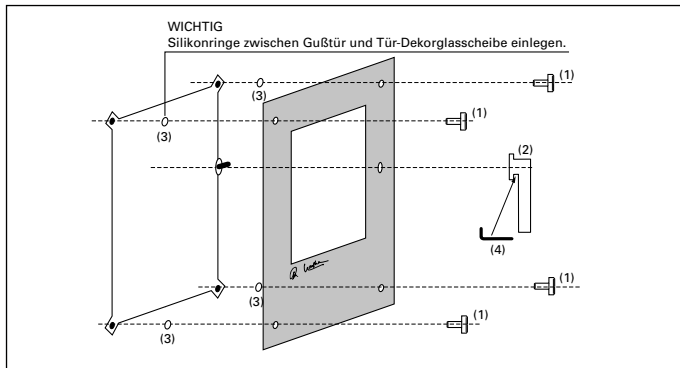

Abb. 12
**Bitte beachten: Unbedingt Tür-Dekorglasscheibe vor dem Festziehen der Schrauben gleichmäßig ausrichten. Befestigungsschrauben nur leicht (max. handfest) – niemals mit Kraft oder Werkzeugen – anziehen, da aufgrund der unterschiedlichen Ausdehnung von Glas und Gußtür genügend Spiel und Bewegungsraum vorhanden sein muß (siehe Abb. 12).**
Den Türgriff (2) von vorne leicht (nicht mit Gewalt) aufschieben, so daß zwischen Türglas und Türgriff noch ein Abstand vorhanden ist. Den Türgriff mit dem Inbusschlüssel (4) aus Beipack fest anziehen (siehe Abb. 12).